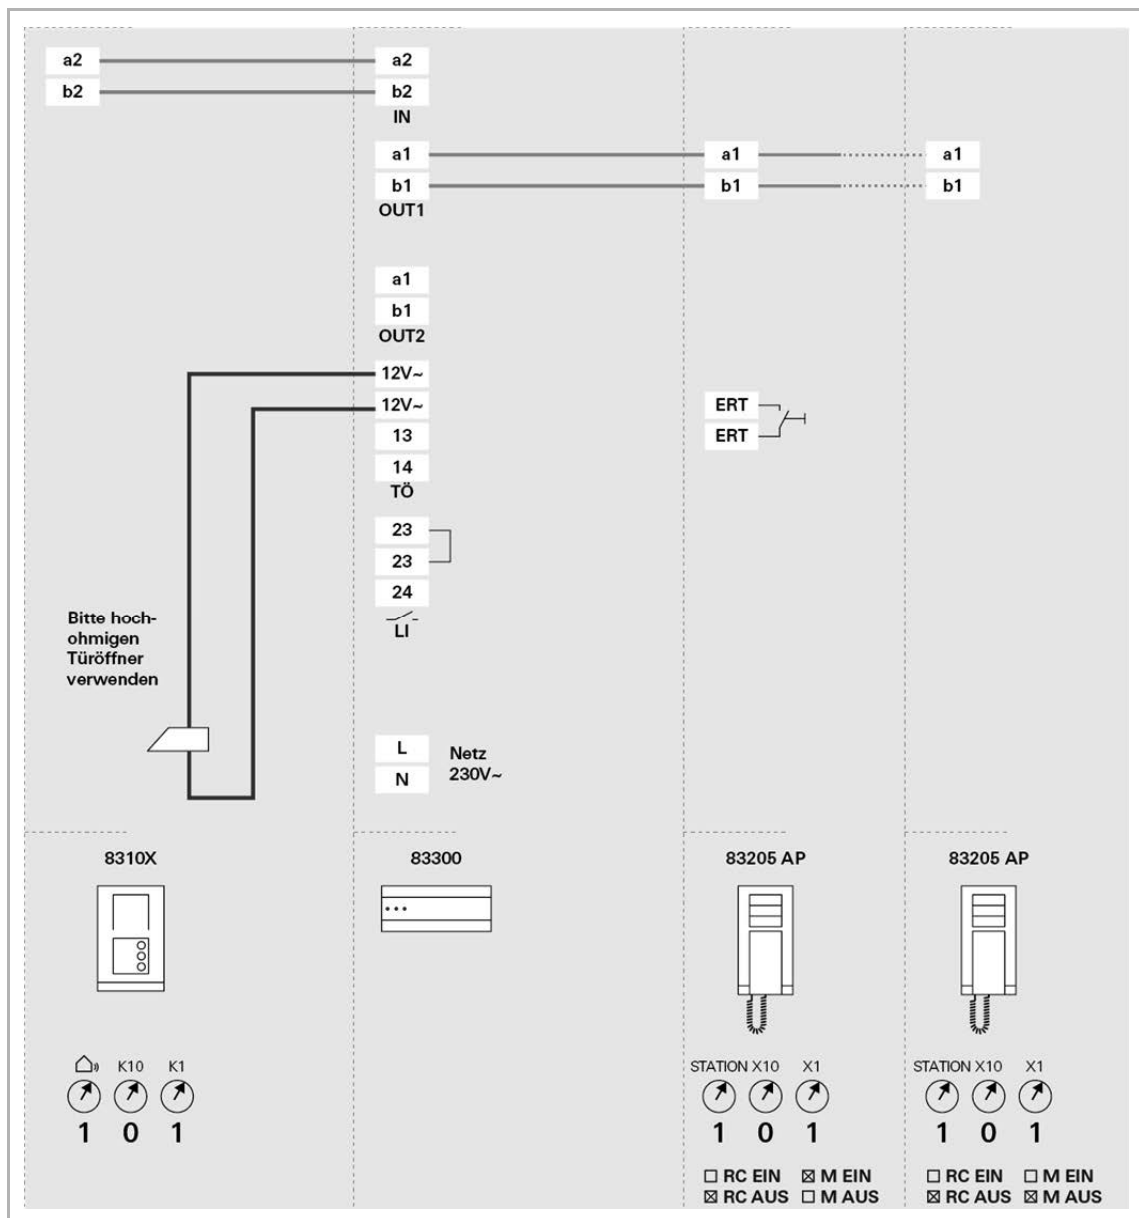

Abb. 17: Audio EFH, eine Türstation
4.12 Anlagentyp: Audio EFH, eine Türstation (Abb. 17)